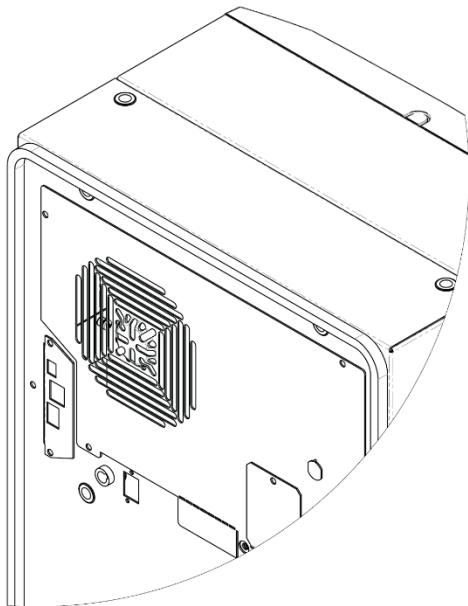

図1
1. ユニット付属のマウントガスケットキットを使用し、ガスケットをエアコンに取り付けます。図1をご覧ください。